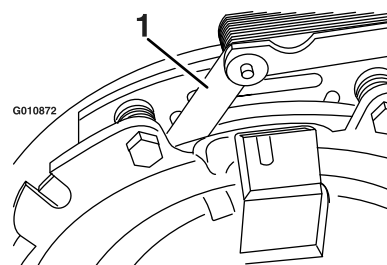
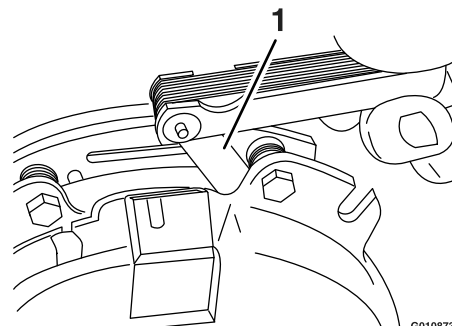

Figura 84
Figura 85
- E. Utilizando um apalpa-folgas com 0,25 mm de espessura, verifique se existe uma folga entre o disco e a armadura em ambos os lados do polo do travão, como se mostra na Figura 84 e na Figura 85.